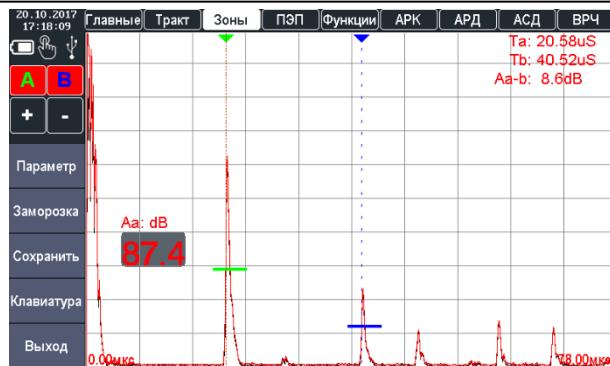

Рисунок 2.37 – Наведение строба В на второй отраженный сигнал
9. Навести строб В на второй отраженный сигнал (рис. 2.37), а также нужно включить отображение значения разницы амплитуд сигналов в зоне А и В – Aa-b.